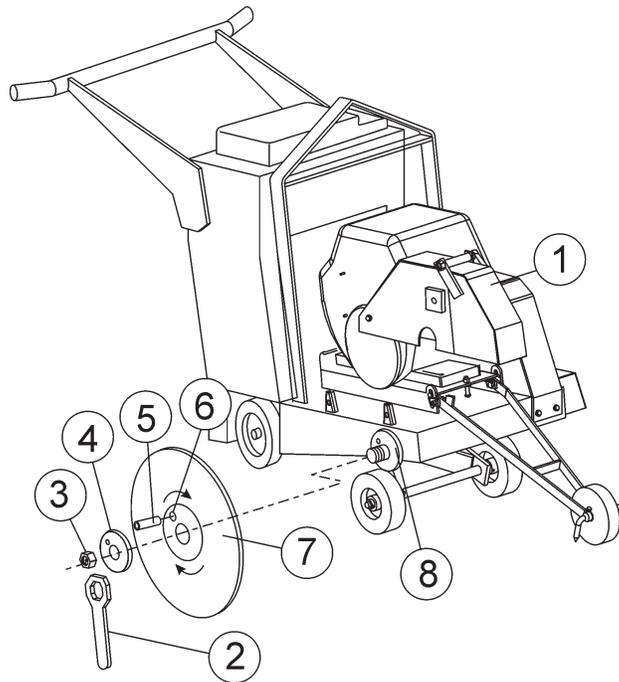

Abb. 12. Montage der Trennscheibe
- Zur Demontage bzw. Montage der Diamant-Trennscheibe siehe Abb. 12 (Montage der Trennscheibe).